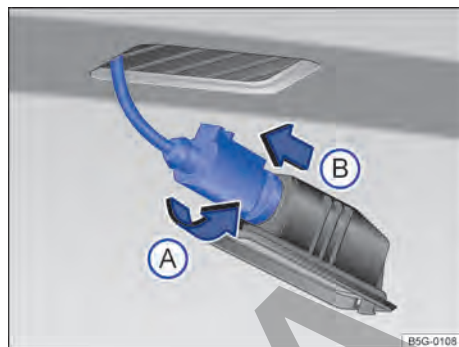

Fig. 188 Luz de la placa de licencia: desinstalar el portalámparas.
- ③ Girar el portalámparas en **sentido antihorario** → fig. 188 (A), y retirar el soporte junto con la bombilla (B).
- ④ Tirar de la lámpara quemada del portalámparas para quitarla.
- ⑤ Cambiar la bombilla quemada por una bombilla nueva del mismo modelo.
- ⑥ Insertar la nueva lámpara en el portalámparas cuidadosamente.
- ⑦ Colocar el soporte de la lámpara en la luz de la placa de licencia y presionar en sentido contrario al de la flecha (A) hasta el tope.
- ⑧ Cerciorarse de que el portalámparas esté correctamente fijado en el conjunto.
- ⑨ Colocar el conjunto de la luz de la placa de licencia con cuidado en la abertura del parachoques. Estar atento a la correcta dirección de instalación de la luz de la placa de licencia.
- ⑩ Presionar la luz de la placa de licencia en el paragolpes hasta que encaje de forma audible.
- ⑪ Asegurarse de que el conjunto de la luz de la placa de licencia esté correctamente fijado en el alojamiento.